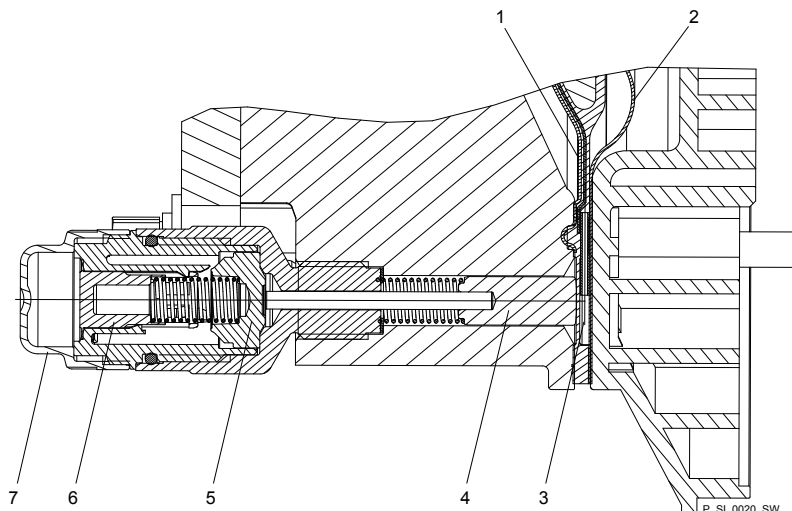

Fig. 34: Vue en coupe de la signalisation de rupture de membrane Sigma (version « capteur visuel de rupture »)
2. ➔ Si le piston du capteur de rupture de la membrane – voir Voir la Fig. 34, pos. 4 – devient humide ou encrassé, nettoyer le piston ainsi que l'orifice dans lequel il se déplace.